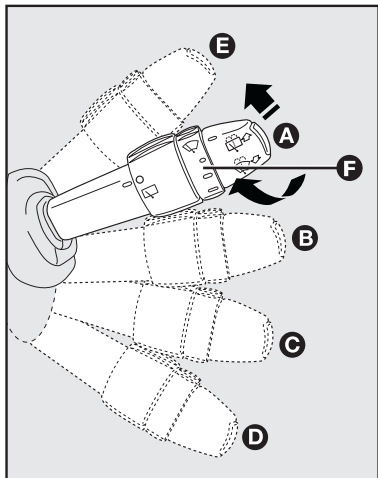

fig. 58
- fig. 58
O sensor de chuva ativa-se automaticamente, colocando a alavanca da direita na posição **B-fig. 58**. Tem um campo de regulagem que varia progressivamente desde limpador parado (nenhum ciclo), quando o para-brisa está seco, até o limpador na primeira velocidade contínua (funcionamento contínuo rápido) com chuva intensa.
Girando a chave na posição **STOP**, o sensor de chuva é desativado e na partida seguinte (chave na posição **MAR**) não se reativa mesmo se a alavanca tiver permanecido na posição **B-fig. 58**. Neste caso, para ativar o sensor de chuva, é suficiente deslocar a alavanca à outra posição qualquer e depois de novo em **B-fig. 58**.